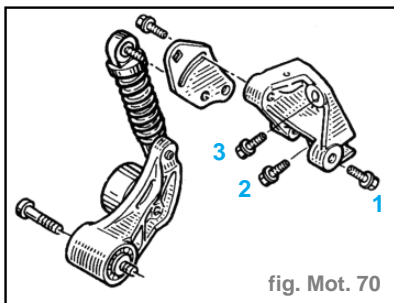

fig. Mot. 70
- Approcher les trois vis en contact, puis appliquer un couple de **2,5 daN.m** en respectant l'ordre indiqué. (fig. Mot. 70)